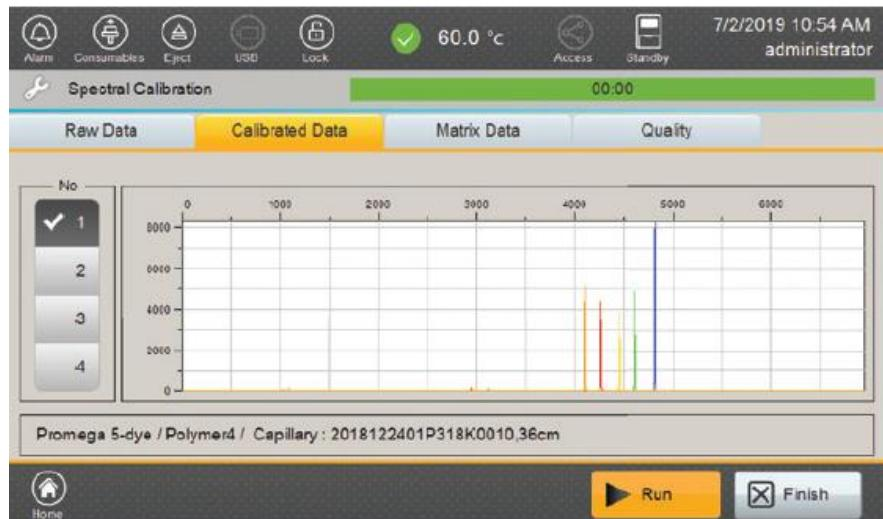

図 54 Spectral calibration “Calibrated Data” tab 画面
- Calibrated Data タブ（図 54）を選択して、それぞれのキャピラリーの Calibrated Data を確認してください。画面左のリストから見たいキャピラリーを選んでください。